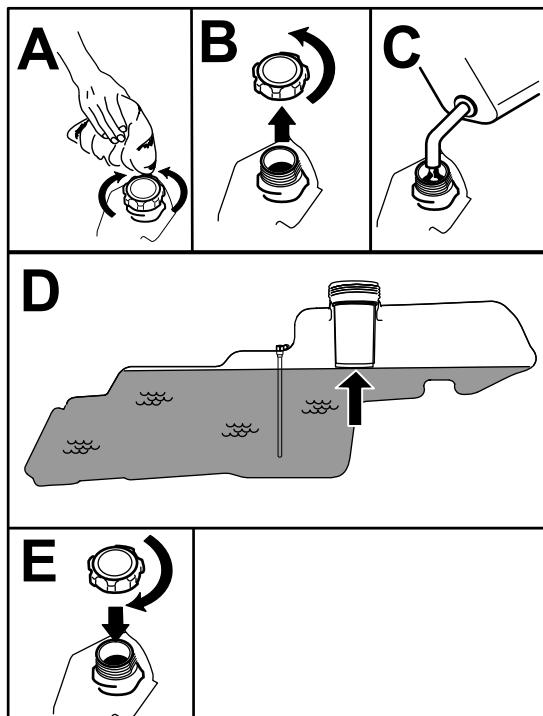

Figura 8
5. Riempite il serbatoio fino alla base del collo del bocchettone (**Figura 8**).